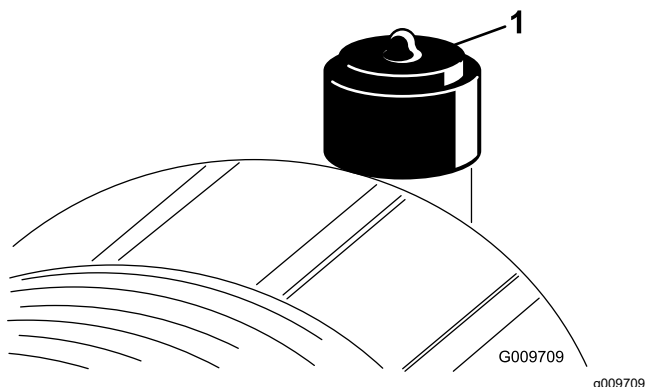

Figura 74
Faça a manutenção ao filtro de ar apenas quando o indicador de serviço (Figura 74) o exigir. Mudar o filtro de ar antes de ser necessário apenas aumenta a possibilidade de entrar sujeidade no motor quando se retira o filtro.
9. Reinicie o indicador (Figura 74) se este se apresentar vermelho.